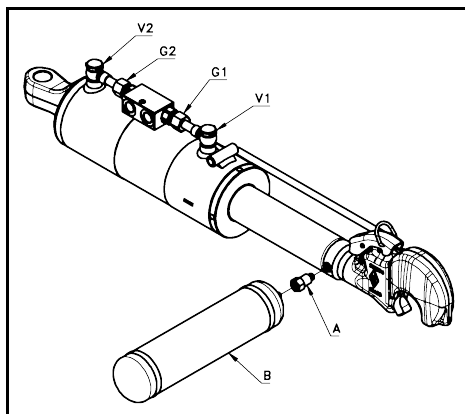

Fig. 12
- 5 allentare la valvola di blocco: allentare con cautela i dadi G1 e G2 (fig.12/13) finché è possibile ruotarli a mano. Successivamente allentare anche le viti V1 e V2 (fig.12/13).
- 2 avvitare la bombola: avvitare a mano la bombola (B) art. 3ACP110 (Fig.12) all'adattatore fino all'apertura della valvola;
- 4 rimuovere la bombola: svitare a mano la bombola (B) art. 3ACP110 (Fig.12) dall'adattatore.
- 1 Ripristinare la valvola di blocco: procedere al serraggio iniziale delle viti v1 e v2 (fig.12/13) con una coppia di 40Nm. Serrare i dadi G1 e G2 con una coppia di 35Nm.